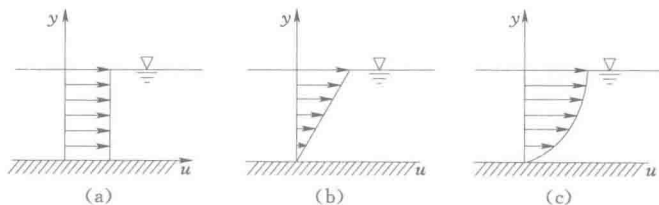

图 1-5
2. 已知液体中的流速分布 $u-y$ 如图 1-5 所示三种情况: (a) 矩形分布; (b) 三角形分布; (c) 抛物线分布。试定性地画出各种情况下的切应力分布图 $\tau-y$ 。